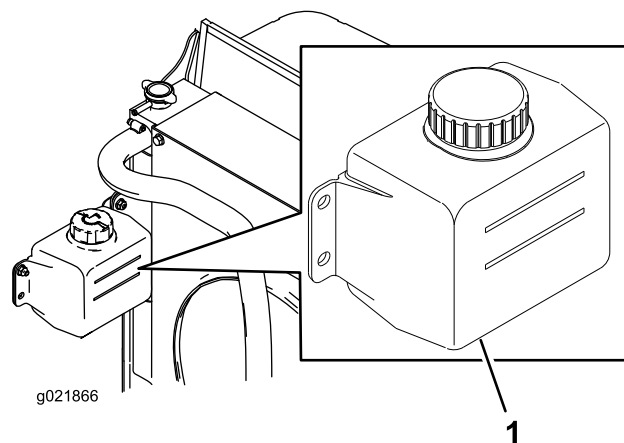

Figura 81
1. Verifique o nível de líquido de arrefecimento do depósito secundário (Figura 81).